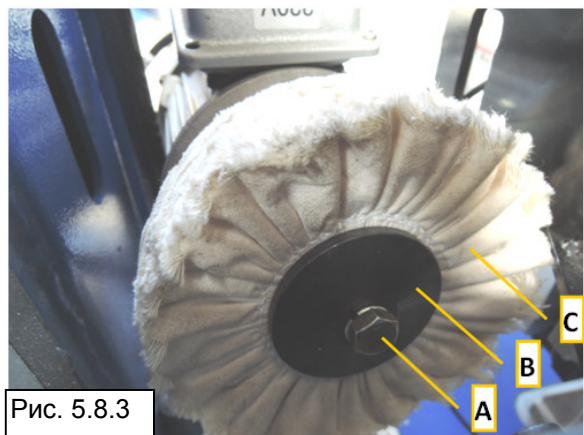

Рис. 5.8.3
2. Ослабьте винт **A** (Рис. 5.8.3).
3. Вытяните фланец **B** (Рис. 5.8.3).